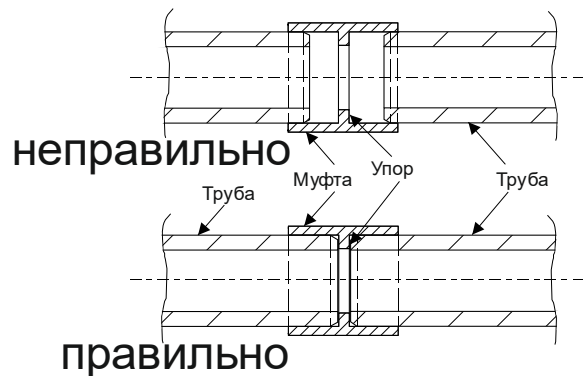

Рис. 37. Сборка трубопровода
- Участки трубопровода соединяют специальными фитингами. В зависимости от материала, из которого изготовлены трубы, их соединяют либо с помощью клея (см. разделы 5.3.2 и 5.3.3), либо запрессовкой (см. раздел 5.3.4). Трубу следует вставлять в фитинг до упора (см. Рис. 37).